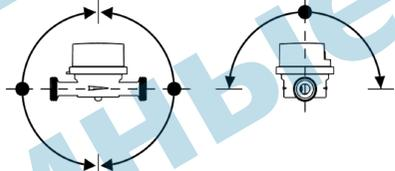

Рисунок 1 Схема установки счетчика на трубопроводе
- счетчик может устанавливаться на горизонтальном, наклонном и вертикальном трубопроводе в соответствии с рис. 1 (устанавливать счетчик на горизонтальном трубопроводе шкалой вниз не допускается);